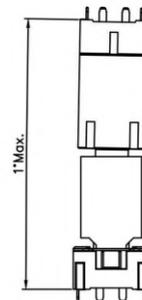

图 8/Fig.8
**k.**请在图 8 角度下进行拔出。
Please unmating below the angle of the figure 8.